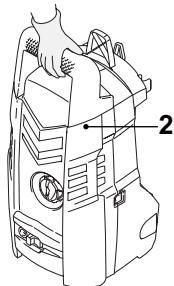

Fig. 32
3. Portez toujours l'appareil en le tenant par sa poignée (2) (Fig. 32).